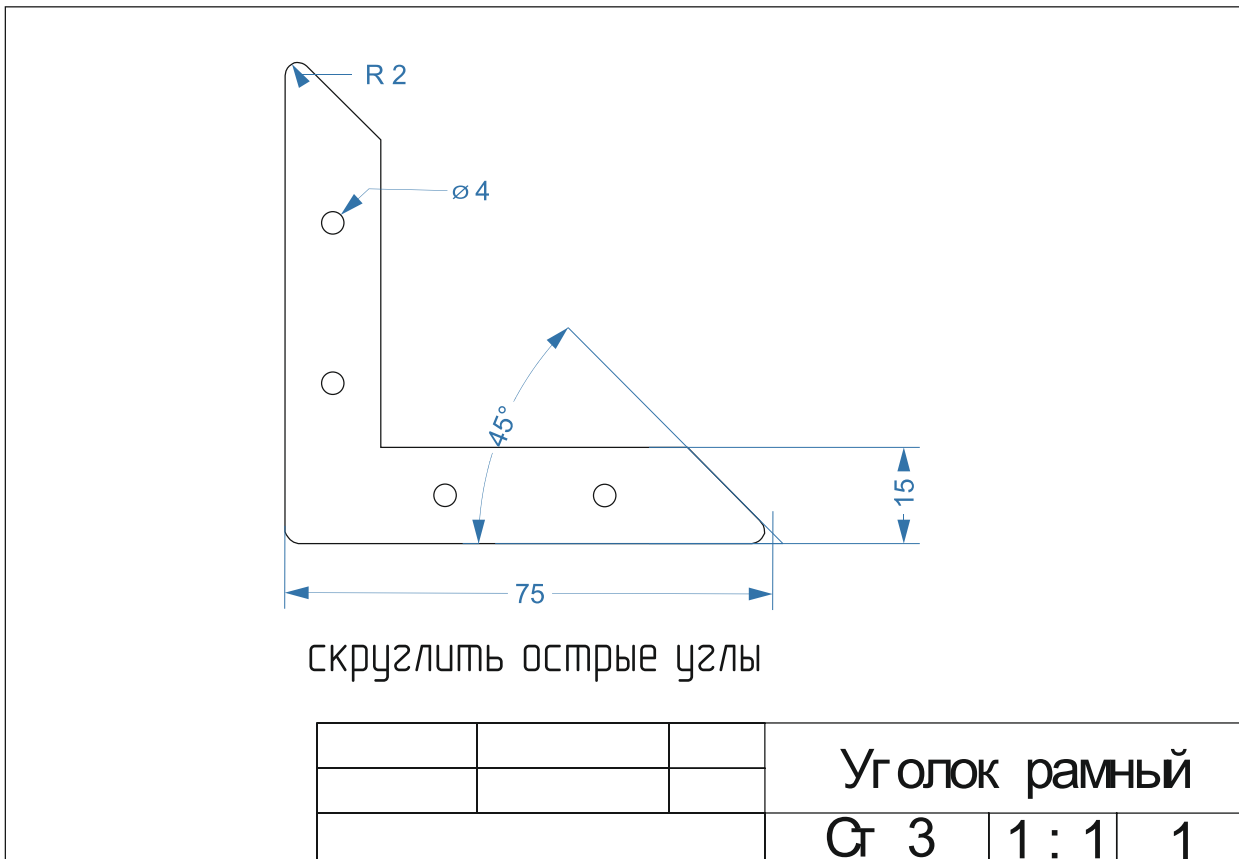

Рис. 1. Чертеж Уголок рамный
2. По чертежу изготовить уголок рамный (рис. 1).